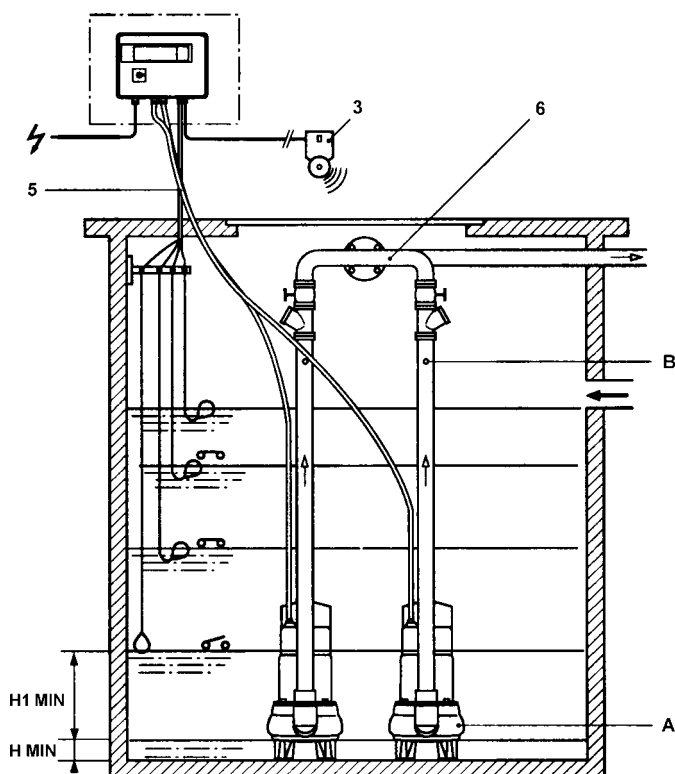

Рис. 2
- Рис. 2: Установка с двумя насосами с присоединением труб к общему коллектору и управлением работой посредством 4 поплавковых выключателей.
- В случае выведения двух труб в один коллектор обратный и запорный краны должны быть смонтированы на каждой из этих двух труб (рис. 2).
- Отверните пробку А и извлеките ее прокладку (рис. 2. поз. А)